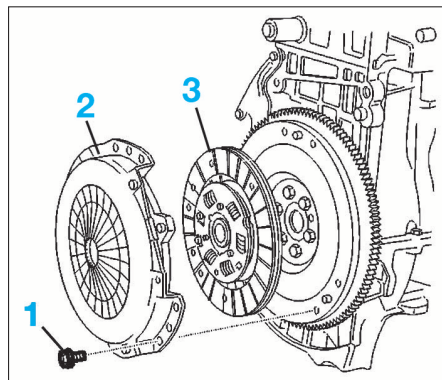

FIG. 1
Moteurs 2.0 HDi (Fig.1 et 2)
- Déposer (Fig.1) :
- les vis de fixation (1)
- le mécanisme (2)
- le disque (3).
- déposer les vis de fixation (1) (Fig.1)
- déposer le mécanisme (2)
- déposer le disque (3).
- Mettre en place (Fig.1 et 2) :
- le disque d'embrayage (3)
- Fixer le mécanisme (2) à l'aide de 3 vis (1).